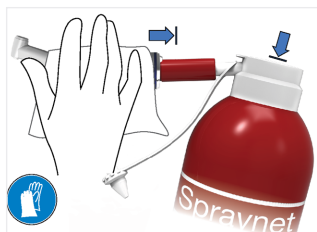

FIG. 6
5. Selecteer het geschikte opzetstuk en spray de binnenkant van het apparaat met Spraynet (FIG. 6).